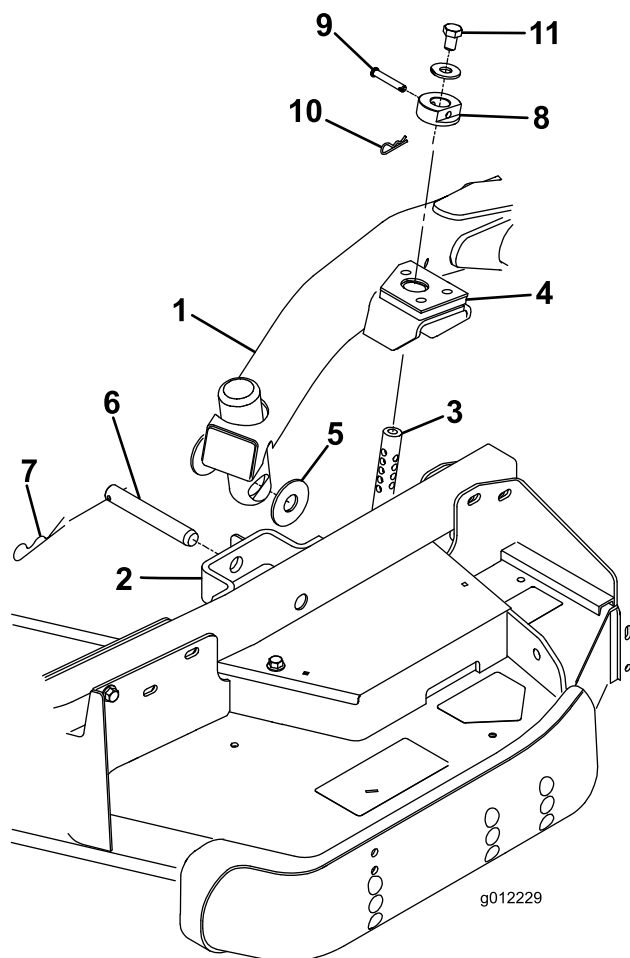

Figure 4
2. Placez le levier de levage en position de FLOTTEMENT. Poussez un bras de levage vers le bas jusqu'à ce que les trous soient en face de ceux du support du bras pivotant et qu'il soit possible d'insérer la tige de réglage de hauteur de coupe dans les patins du bras de levage (Figure 4).
3. Fixez le bras de levage au bras pivotant avec 2 rondelles de butée, un axe de chape et une goupille fendue. Placez les rondelles de butée entre le bras de levage et le support de bras pivotant (Figure 4). Insérez l'extrémité de la goupille fendue dans la fente de la patte du bras pivotant pour retenir la goupille fendue.
7. Montez les bagues de hauteur de coupe sur les tiges de réglage de hauteur de coupe et fixez-les avec les axes de chape et les petites goupilles fendues (Figure 4). La tête de l'axe de chape doit être dirigée vers l'avant de l'unité de coupe.
8. Montez un boulon ($\frac{1}{2}$ " x $\frac{3}{4}$ ") et une rondelle au sommet de chaque tige de réglage de hauteur de coupe (Figure 4).